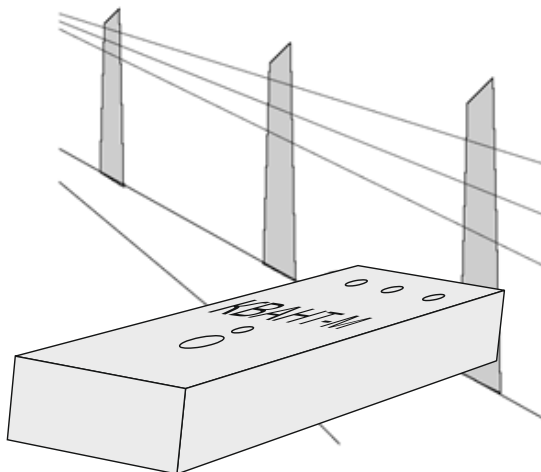

Рис. 2. Положение прибора «Квант-М» у ВЛ при поиске замыкания на землю.
2.6 Для контроля наличия напряжения на ВЛ 0,4-35 кВ оператор должен подойти к ВЛ на расстояние 5-6 метров и сориентировать прибор перпендикулярно оси ВЛ (рис. 2). При наличии напряжения на ВЛ, включается красный светодиод «Напряжение». При контроле напряжения
2.7 Для определения направления на место ОЗЗ ВЛ 0,4-35 кВ, оператор должен подойти к ВЛ на расстоянии 2-6 метров и сориентировать прибор перпендикулярно оси ВЛ (рис. 2). Направление на место ОЗЗ указывает красный светодиод «=>» или «<=>».
2.8 Определение места замыкания начинается с определения поврежденной ВЛ. Для этого необходимо произвести измерения магнитного поля вблизи всех ВЛ, отходящих от подстанции. Оператор должен подойти к одной из ВЛ, вблизи выхода ее с территории подстанции, на расстояние 5-8 метров от оси ВЛ (рис. 2). Встать лицом к ВЛ, держа прибор перед собой перпендикулярно оси ВЛ и нажать кнопку «Поиск». Если загорается светодиод, указывающий в сторону от подстанции, значит это искомая линия, в противном случае переходят к другой линии.